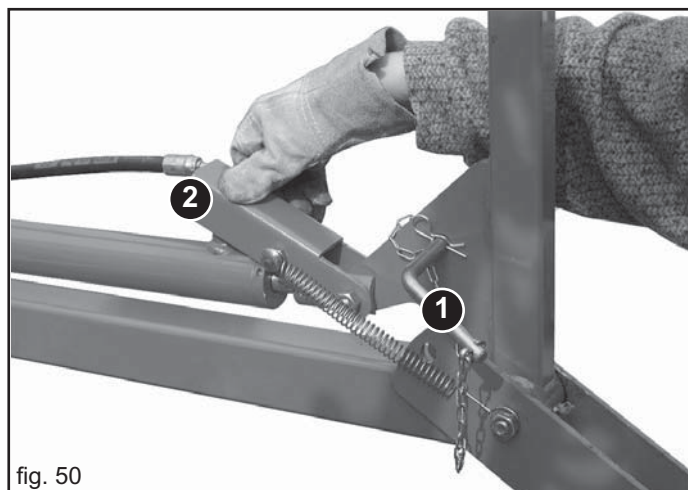

fig. 50
- 2) Dételer les loquets de sécurité et les replacer dans leur siège (1, Fig. 50). Puis, abaisser l'étrier de fixation le long du cylindre (2, Fig. 50).